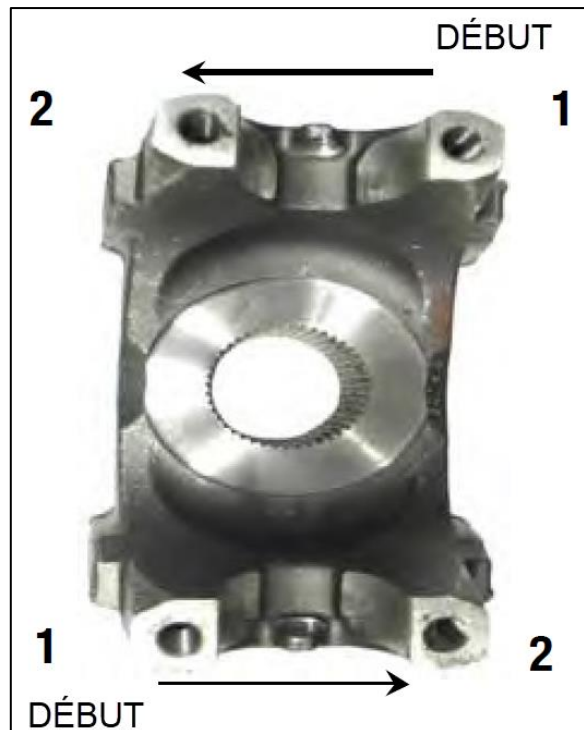

Figure 4
- Terminer le serrage des 4 vis pour les 2 brides de l'accouplement de la transmission selon les séquences montrées dans la Figure 4.